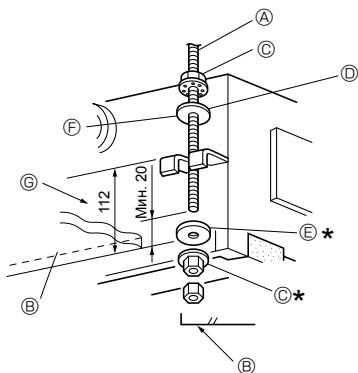

Рис. 2-7
1. Заранее насадите шайбы ① ② (входят в комплект) и соответствующие гайки (приобретаются на месте) на подвесной болт. (Рис. 2-7)
- \* Выполняйте эту операцию в следующей последовательности (начиная сверху): гайка, шайба с изоляцией ②, шайба без изоляции ①, 2 гайки.
- \* Расположите шайбу с изоляцией ② таким образом, чтобы изоляция была обращена вниз, как изображено на рисунке.
2. Поднимите прибор и установите его на место, правильно отцентрировав по отношению к подвесному болту. Пропустите скобу между шайбами ① и ②, которые уже на месте, и закрепите гайки. Повторите данную операцию в четырех точках.
- А Подвесной болт (3/8" или M10)    Е Шайба ①